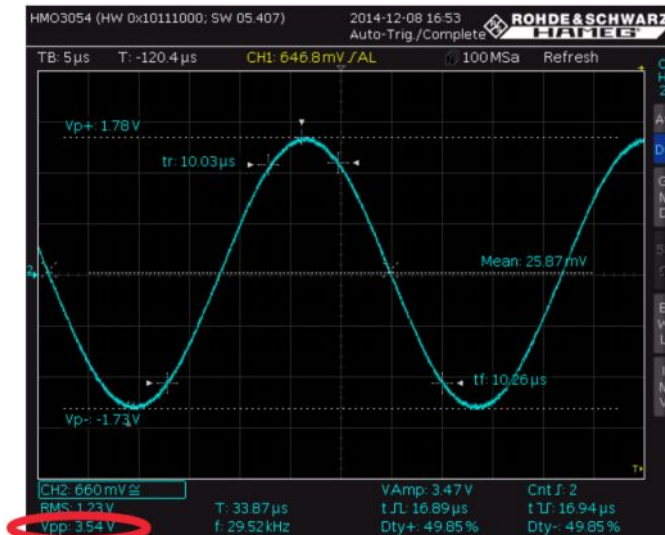

Рис. 2-42 – Измеренное выходное напряжение на частоте среза ФНЧ
- Как описано в разделе 1.1, на частоте среза существует следующее соотношение между входным и выходным напряжением: $u_{out} = \frac{u_{in}}{\sqrt{2}}$. Для этого примера расчеты дают следующее значение: $u_{out} = \frac{4.99V}{\sqrt{2}} = 3.528 V$. Как видно на рисунке рис. 2-42, рассчитанное значение очень хорошо совпадает с измеренным значением выходного напряжения, равного 3,54 В.